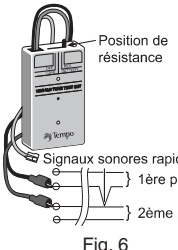

Fig. 6
- Proceed by moving the initial test lead to each conductor in turn and testing it against the remaining conductors as shown in Figure 6.
- Continuez en plaçant tour à tour le fil de test initial sur chaque conducteur et en le testant par rapport aux autres conducteurs restants comme le montre l'illustration de la Figure 6.